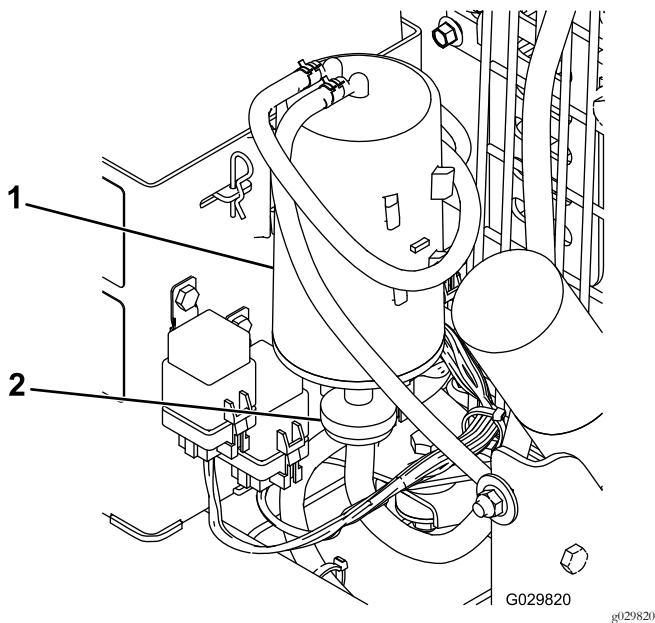

Рисунок 20
2. Снимите и удалите в отходы воздушный фильтр с угольным элементом, но сохраните шланги (Рисунок 20).